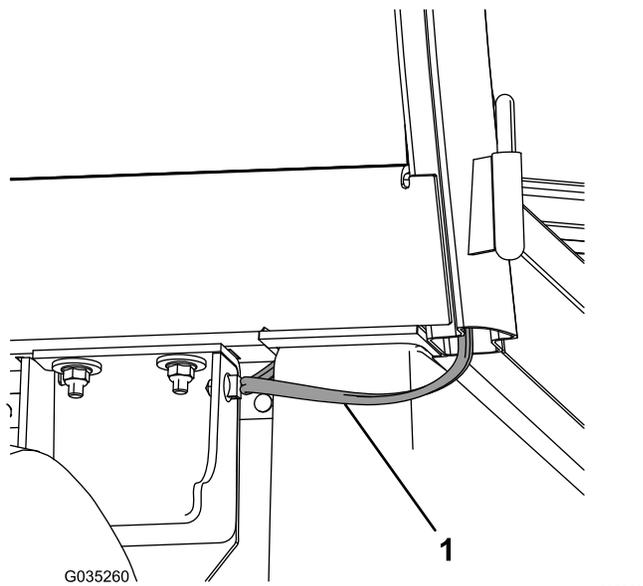

Figure 19
4. Faites passer le faisceau de câblage derrière la cabine et sous le siège, puis fixez le clip du faisceau de câblage au panneau latéral (Figure 19).
3. Faites passer le faisceau de câblage derrière la cabine et sous le siège, puis fixez le clip du faisceau de câblage au panneau latéral (Figure 19).